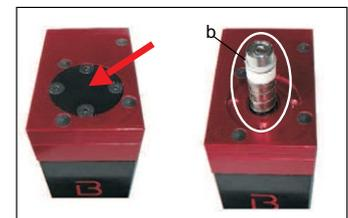

FIG. 16
- svitare le viti del tappo circolare sulla parte superiore della maschiatrice e rimuoverlo (FIG. 16);